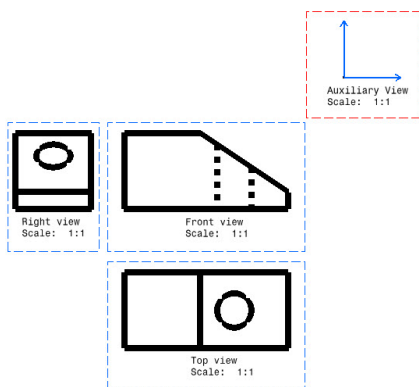

图 6-147
① 如图 6-147 所示,激活要更改平面定义的辅助视图。同上述“定义正视图平面”中步骤①相同的操作,进入如图 6-146 所示的 View Plane (视图平面) 对话框。